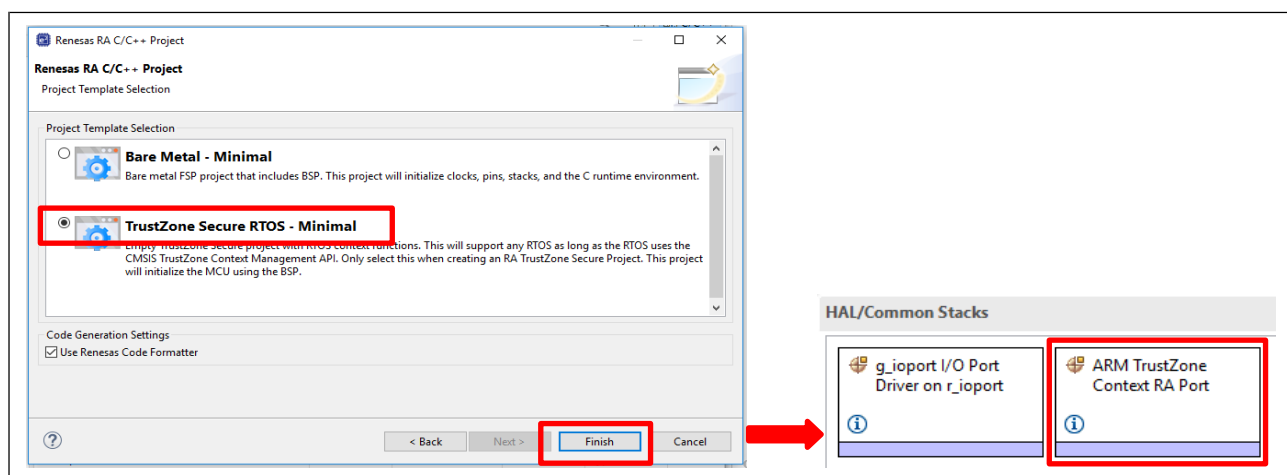

图 22. 添加 TrustZone 上下文 RA 端口
- 安全项目将在安全区域中为 RTOS 项目中需要访问 NSC API 的线程添加相应的 RTOS 上下文。选择此项目类型后，将添加 Arm TrustZone 上下文 RA 端口，如图 22 所示。